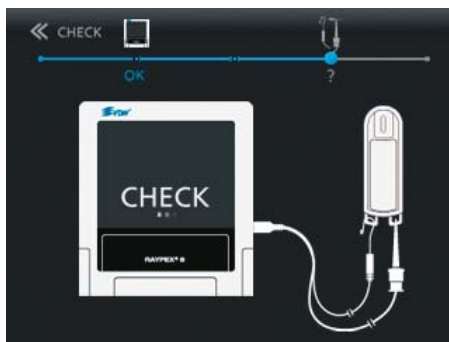

图 33 将钳夹和唇钩连接到测试插头上
- 将钳夹和唇钩 (或第二个钳夹) 连接到测试插头的接触片上，如屏幕所示 (图 33)。